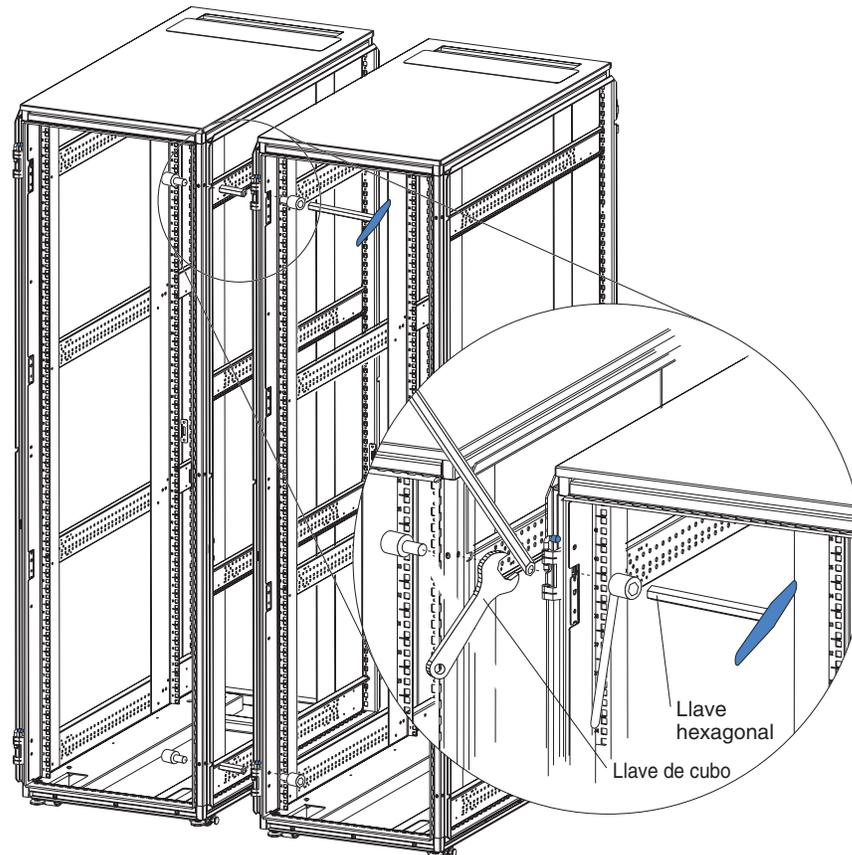

Figura 15. Unión de bastidores estándar y de expansión S2 42U entre sí para formar un conjunto
2. Inserte un pasador de unión que se proporciona con el bastidor de expansión en la ranura superior del frontal de los bastidores estándar y de expansión, tal como se muestra en la Figura 15. La ranura se encuentra detrás de la bisagra superior.